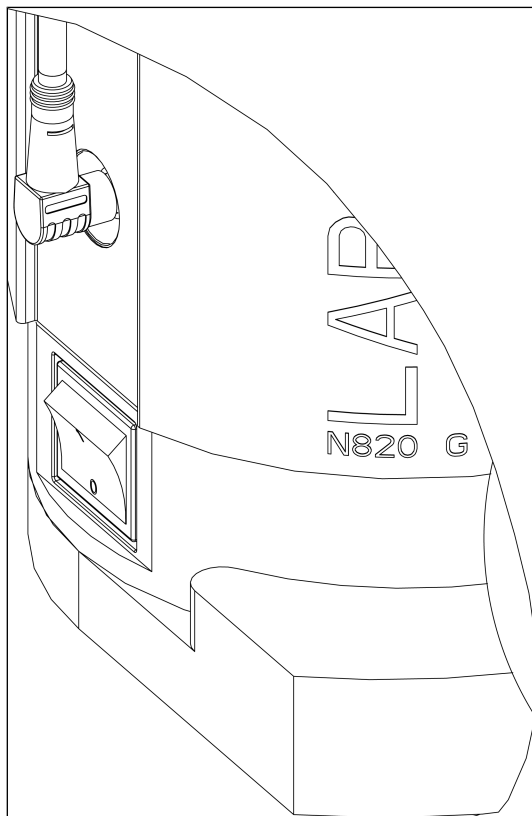

Fig. 11: Attivazione e disattivazione del sistema per vuoto con l'interruttore di alimentazione
- Attivare il sistema per vuoto con l'interruttore di alimentazione (vedere Fig. 11).